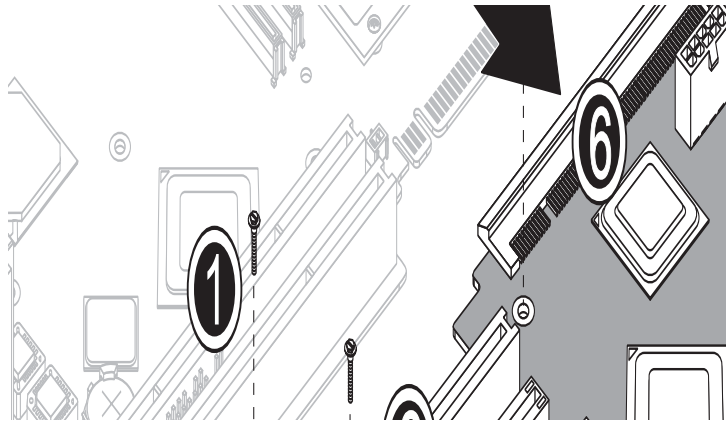

BILD 4-27 Lossa fästskruvarna och ta bort expansionskortet
7. Lossa de fem skruvarna som fäster expansionskortet på systemchassit (se (1-5) i BILD 4-27).
8. Tryck in den svarta plastfliken som sticker ut från det bakre hörnbenet och närmaste PCI kortplats (6).